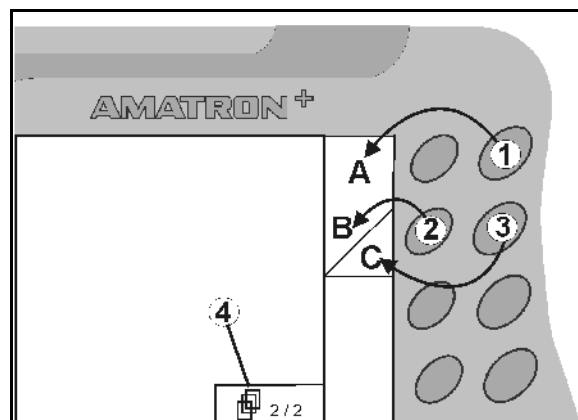

Fig. 8
- Hvis der vises kvadrattfelter på displayet, er kun den højre tast (Fig. 8/1) tildelt funktionsfeltet (Fig. 8/A).
- er den venstre tast (Fig. 8/2) tildelt funktionsfeltet foroven til venstre (Fig. 8/B).
- er den højre tast (Fig. 8/3) tildelt funktionsfeltet forneden til højre (Fig. 8/C).
• bladrning til yderligere menublade (kun muligt, hvis symbolet (Fig. 8/4) vises i displayet)